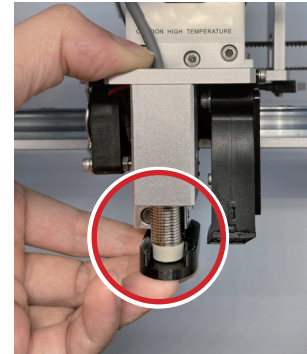

Fig. 3
6. Beweeg de Z-sensor omhoog of omlaag totdat de Z-sensor en het mondstuk zijn uitgelijnd met de bovenkant van het kalibratie-instrument. Zie Fig. 3.